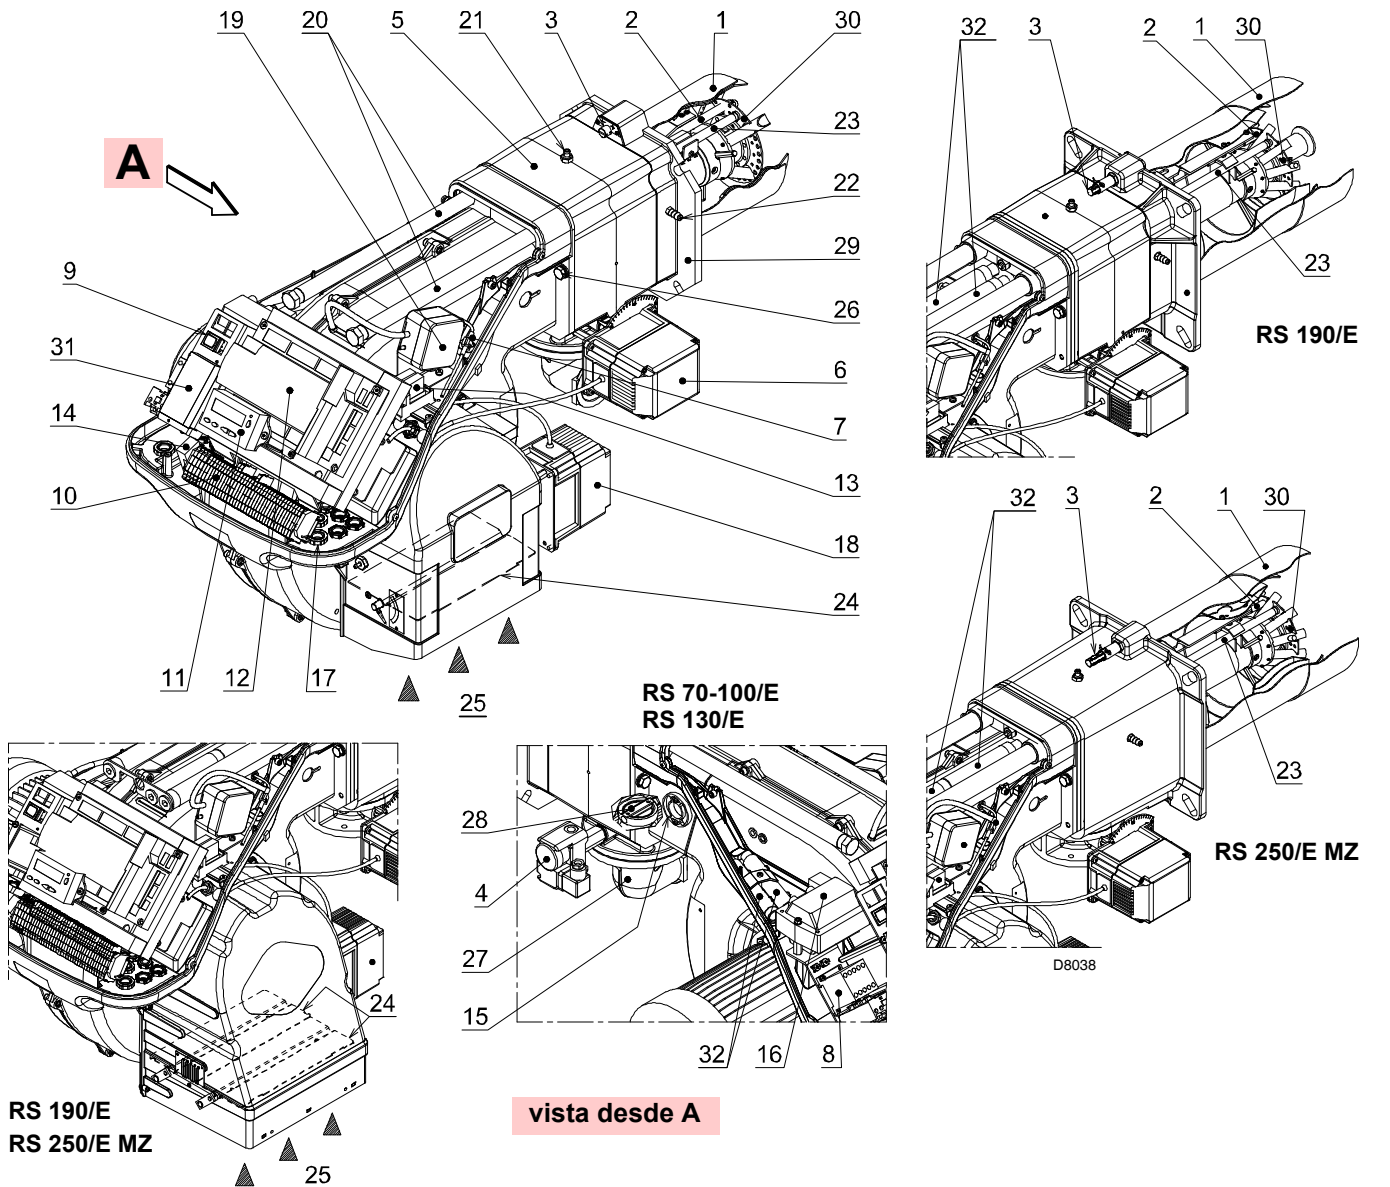

Fig. 5
(1) Condiciones de referencia: Temperatura ambiente 20°C - Temperatura gas 15°C - Presión barométrica 1013 mbar - Altitud sobre el nivel del mar 0 m.
(2) Presión de gas en la toma del manguito 21) (Fig. 5) con presión cero en cámara de combustión con máxima potencia del quemador.
(3) Presión sonora medida en el laboratorio de combustión del fabricante, con el quemador funcionando en la caldera de prueba con la máxima potencia.